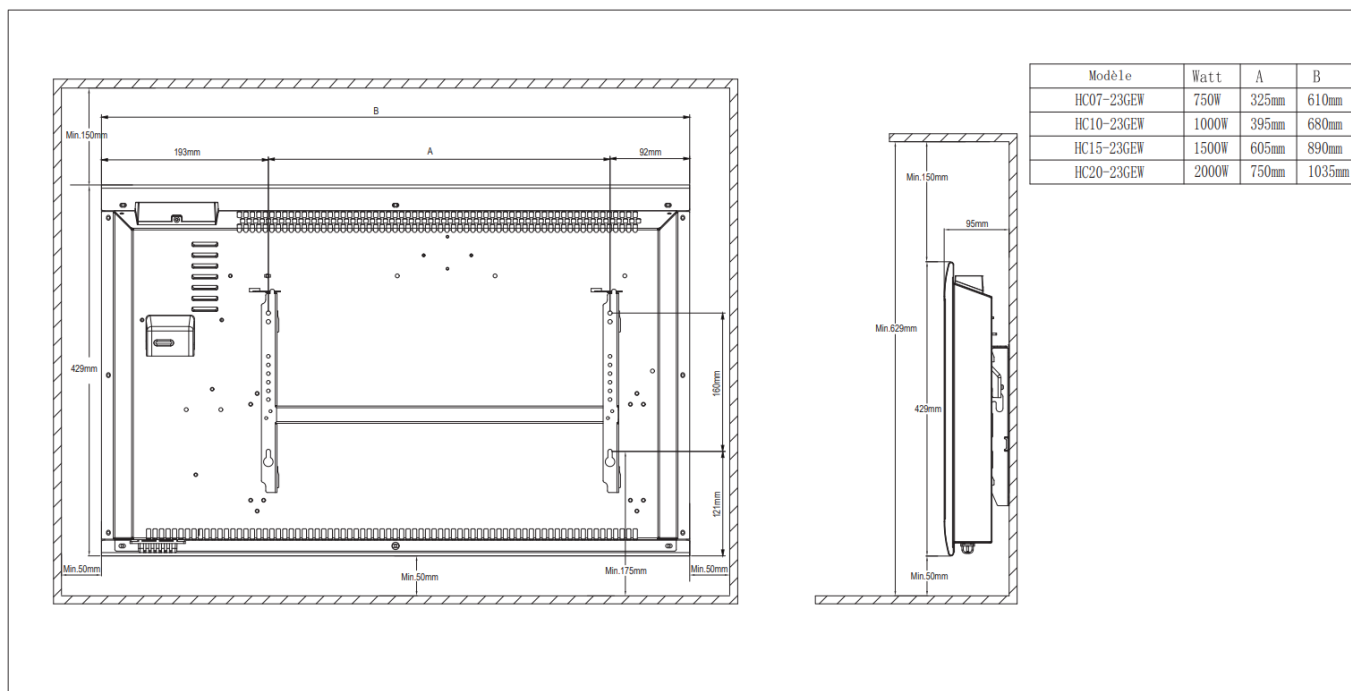

Fig 1
1. Choisissez un emplacement d'installation approprié pour le radiateur. Respectez les distances minimales pour toutes les directions (Fig 1). Démontez le support mural en desserrant la vis (pas dévisser, seulement desserrer) et en faisant glisser les pièces métalliques hors du trou. Retirez le support en le tirant vers le bas.